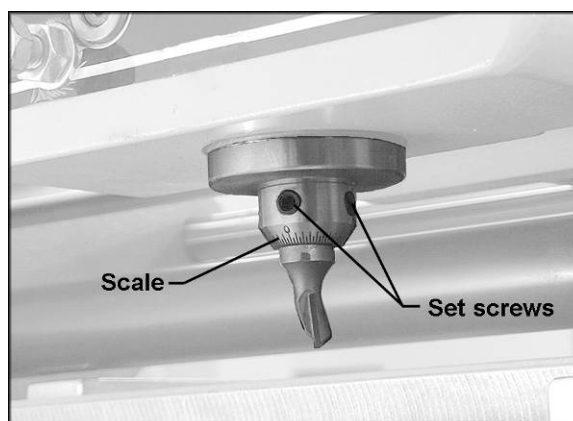

Рис. 23
3. Обратите внимание на фрезу на Рис. 23, она немного смещена от центра шпинделя. Эксцентриковый шпиндель позволяет устанавливать фрезу в различных положениях.
4. Ослабьте оба установочных винта на шпинделе (Рис. 23), повернув их против часовой стрелки при помощи 4 мм ключа.
Для замены фрезы ослабьте оба установочных винта (Рис. 23) и осторожно опускайте фрезу, пока она не выйдет из шпинделя. Установите новую фрезу и затяните установочные болты.